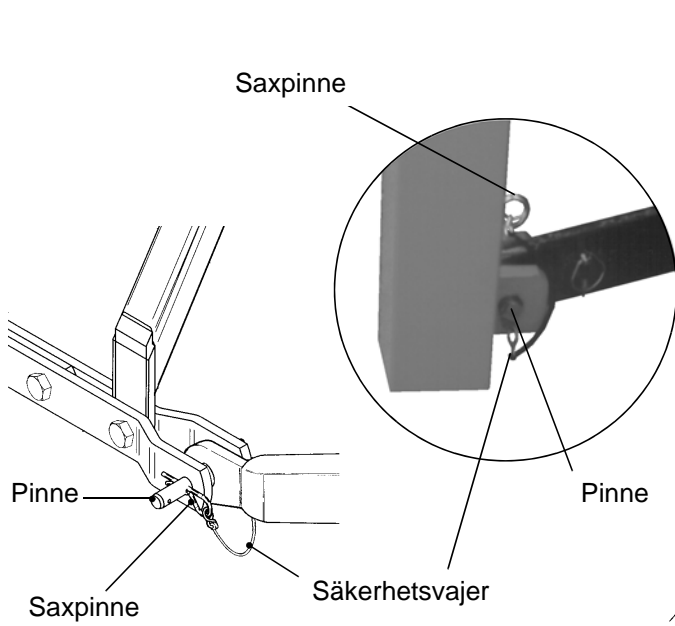

Bild 4-4 Anslutning till traktorns lyftanordning
- Anslut upphängningspunkterna (bild 4-3) till traktorns lyftarmar (bild 4-4).
Se till att trepunktsfästet är rätt anslutet till traktorn. Det är viktigt att pinnarna låses med saxpinnarna efter monteringen (bild 4-4 och 4-5).